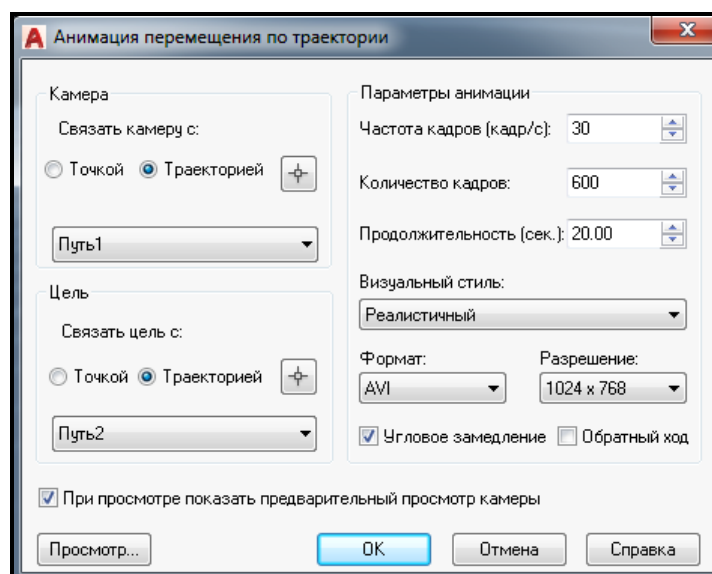

Рисунок 3.179 – Вигляд вікна **Анімація перемещения по траектории** з заданим налаштуванням
1. Виконавши клацання по кнопці **Анімація перемещения по траектории (Animations Motion Path)**  на панелі **Анімація (Animations)**, викличе діалогове вікно **Анімація перемещения по траектории (Motion Path Animations)** (рис. 3.179).